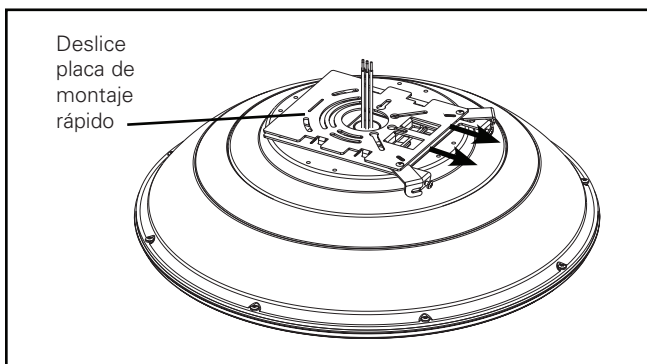

Figura 2.
2. Deslice la placa de montaje rápido hacia adelante hasta que la placa se suelte del alojamiento (Figura 2).